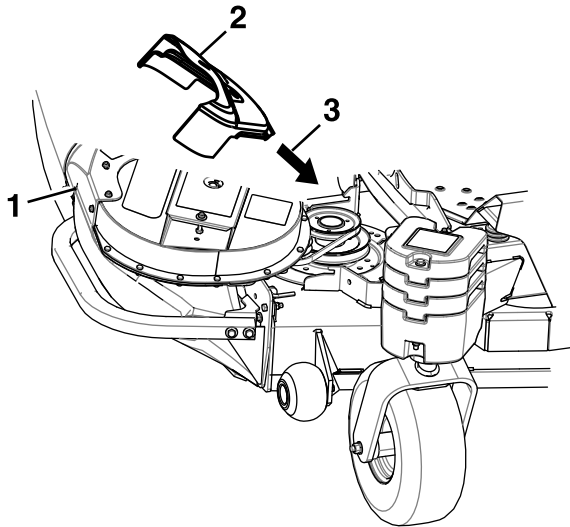

Figura 8
4. Coloque la cubierta de la correa oblicuamente y deslícela por debajo del bastidor de la carcasa (Figura 8).